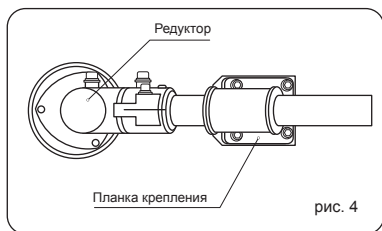

рис. 4
- Совместите отверстия в защитном кожухе с отверстиями в планке крепления (Рис.4).